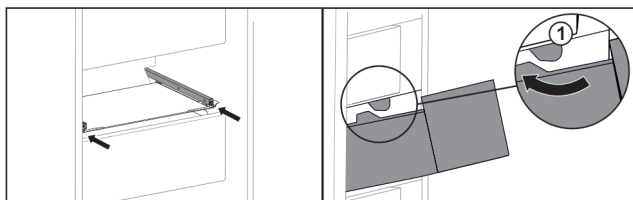

Fig. 45
- ▶ Vedte zásuvku podél zářezek Fig. 45 (1).